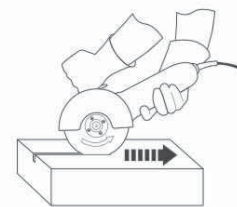

Fig. 21
- > Pour réaliser le tronçonnage, guidez l'appareil dans le sens de la flèche de façon constante (Fig. 21).